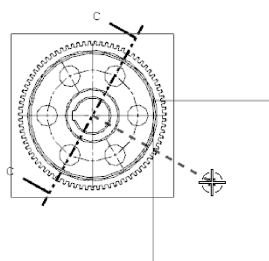

图 10-24 自动判断铰链线
- 快速：程序自动判断剖切方向。选择此项，定义剖切位置后，用户即可任意定义铰链线，如图 10-24 所示。